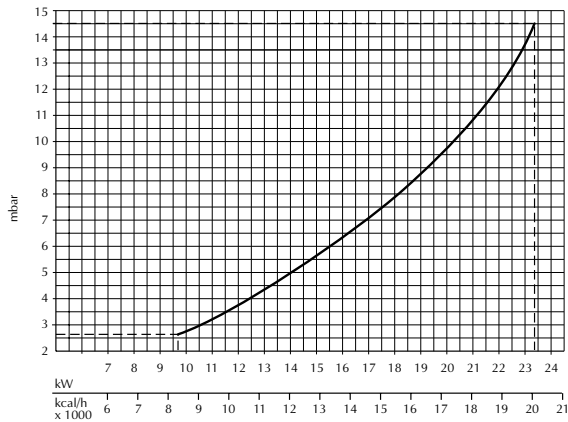

Fig. 4
N.B. - Le pressioni gas al bruciatore e le portate gas nella **fase di riscaldamento impianto** indicate in tabella si riferiscono alla **potenza nominale della caldaia**: volendo ridurre tale potenza (ove possibile), è necessario diminuire la pressione del gas, riferendosi ai diagrammi di fig. 4 - 5.